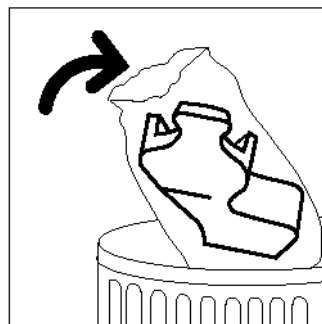

Figura 24: Descartar o Recipiente de despejo de revelador usado
- 7** Coloque o Recipiente de despejo de revelador usado em um saco plástico, conforme ilustrado na Figura 24, e descarte-o de acordo com os regulamentos locais.